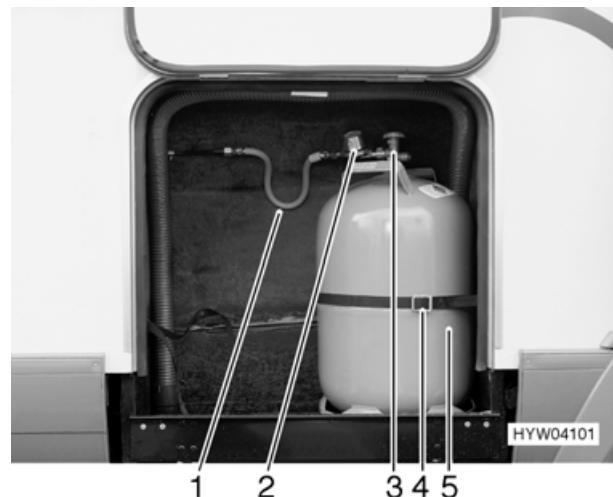

Bild 53 Gaskasten
- Haupt-Absperrventil (Bild 53,3) an der Gasflasche (Bild 53,5) schließen. Pfeilrichtung beachten.
- Gasdruckregler (Bild 53,2) mit Gas- schlauch (Bild 53,1) von der Gasflasche von Hand abschrauben (Linksge winde).
- Befestigungsgurt (Bild 53,4) lösen und Gasflasche herausnehmen.